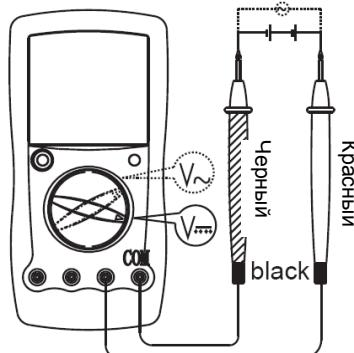

Рисунок 3
A. Измерение постоянного и переменного напряжения (см. Рисунок 3)